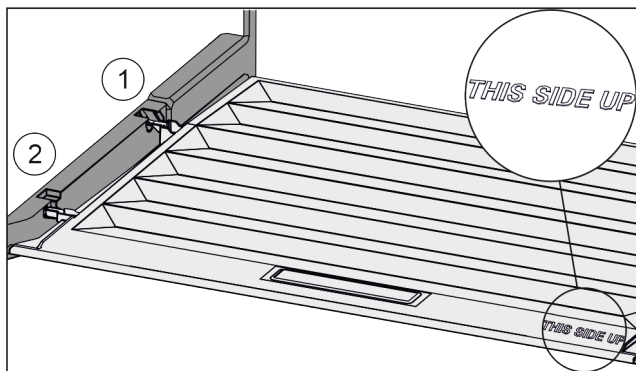

Fig. 108
- ▶ Пъхнете шийките на капака през отвора в задния държач Fig. 108 (1) и фиксирайте отпред в държача Fig. 108 (2).